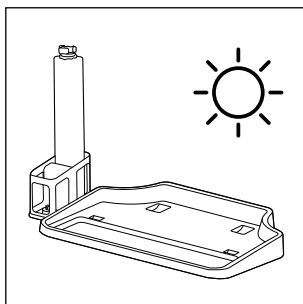

Fig. 38
- ◆ Também poderá colocar o rolo de escova **6** na vertical no suporte de rolo de escova **5** no suporte de armazenamento e limpeza, para secar (ver fig. 38).